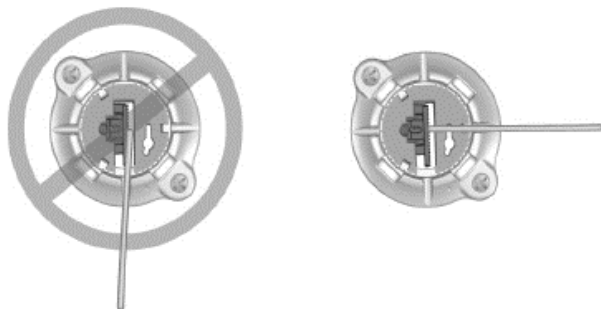

Рисунок 17. Размещение электрода для ГСГМ в слоте для отвода электрода
10. Осторожно сложите электрод для ГСГМ и поместите его в один из четырех слотов для отвода электрода в основании крышки трепанационного отверстия (рисунок 17).